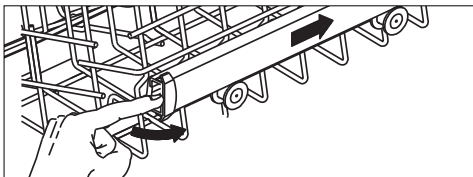
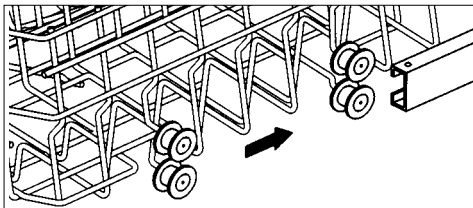

Abb. 7
Abb. 8
- Ziehen Sie den Korb ganz nach vorne und klappen Sie die Abdeckkappen links und rechts nach außen (siehe Abb. 7). Nehmen Sie den Korb heraus. Bringen Sie den anderen Radsatz in den Schienen an (siehe Abb. 8). Schieben Sie den Korb wieder in die Maschine und klappen Sie die Abdeckkappen wieder zurück.